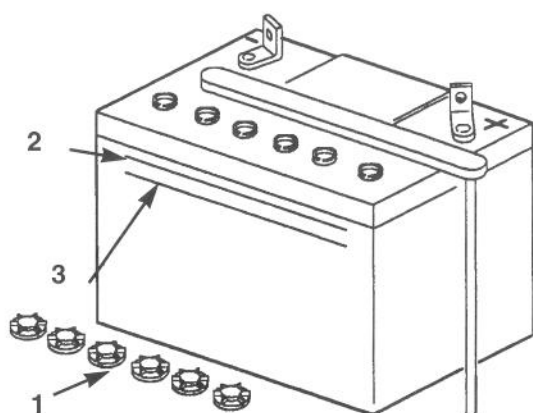

Figure 21
2. Examiner le côté de la batterie. L'électrolyte doit atteindre la marque UP (MAXIMUM) (Fig. 21). Ne pas laisser le niveau baisser au-dessous de la marque LOWER (MINIMUM) (Fig. 21).
2. Dévisser les bouchons de remplissage (Fig. 21).
3. Verser doucement suffisamment d'eau distillée dans chaque cellule de la batterie pour que le niveau atteigne la marque MAXIMUM sur le boîtier (Fig. 21).